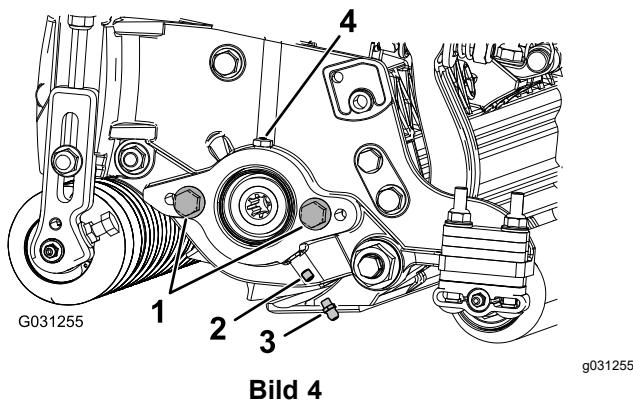

Bild 4
1. Entfernen Sie die Stellschraube an der Seitenplatte des Spindelmotors und werfen sie weg (Bild 4).
2. Bringen Sie den geraden Schmiernippel an (Bild 4).
2. Wenn die Seitenplatte des Spindelmotors keine Kopfschrauben hat, befestigen Sie sie (Bild 4).
5. Fetten Sie die Seitenplatte ein, bis überschüssiges Fett aus der Fettöffnung austritt (Bild 4).